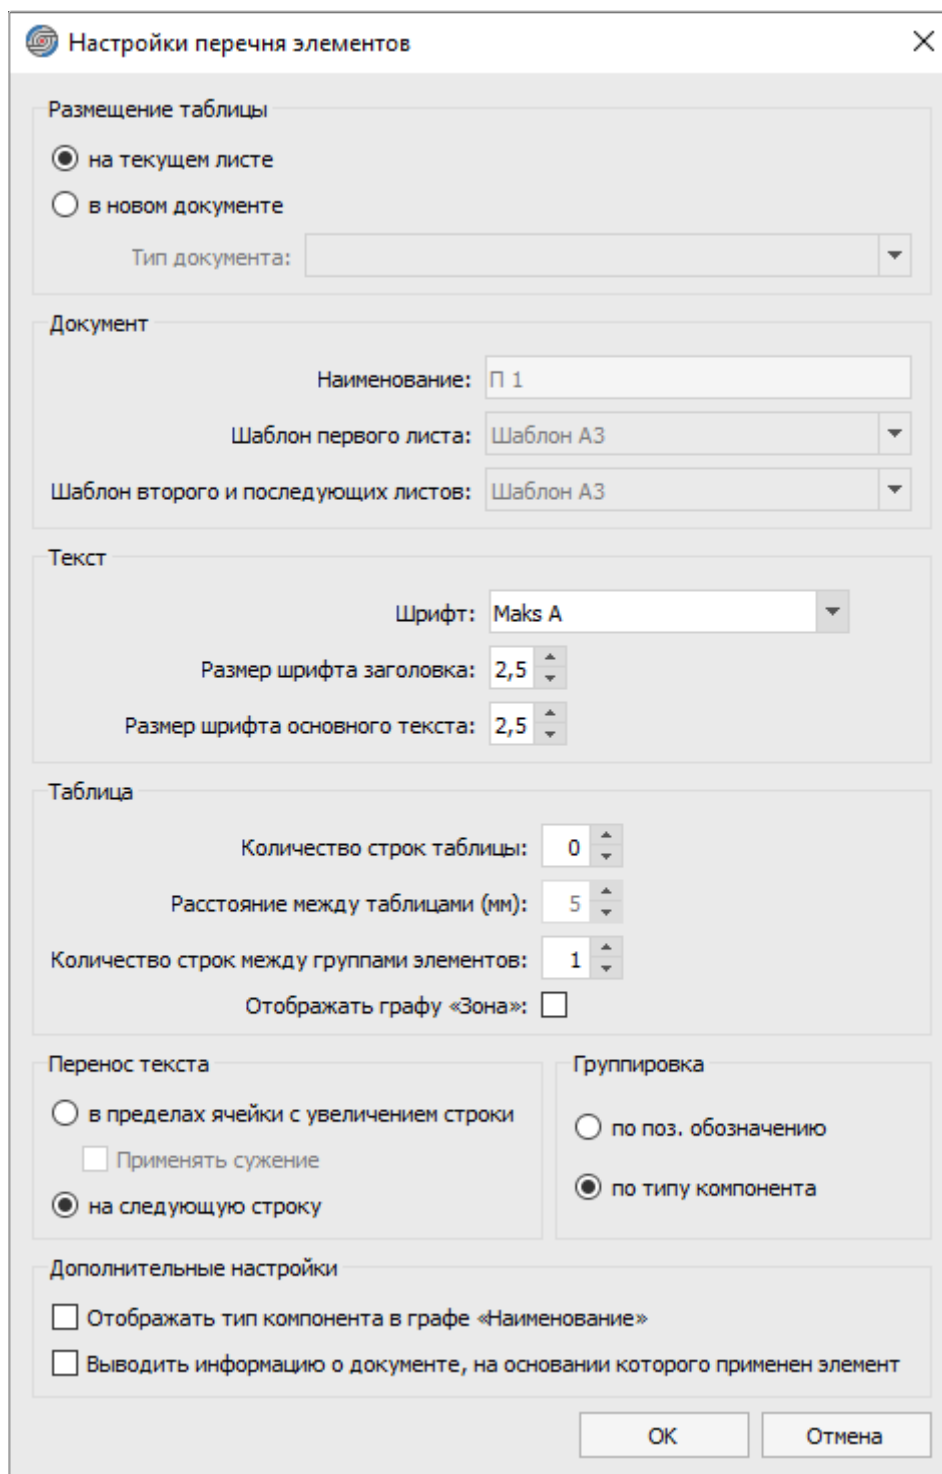

Рисунок 270. Окно «Настройки перечня элементов»
3) В открывшемся диалоговом окне «Настройки перечня элементов» задать параметры (см. рисунок 270):